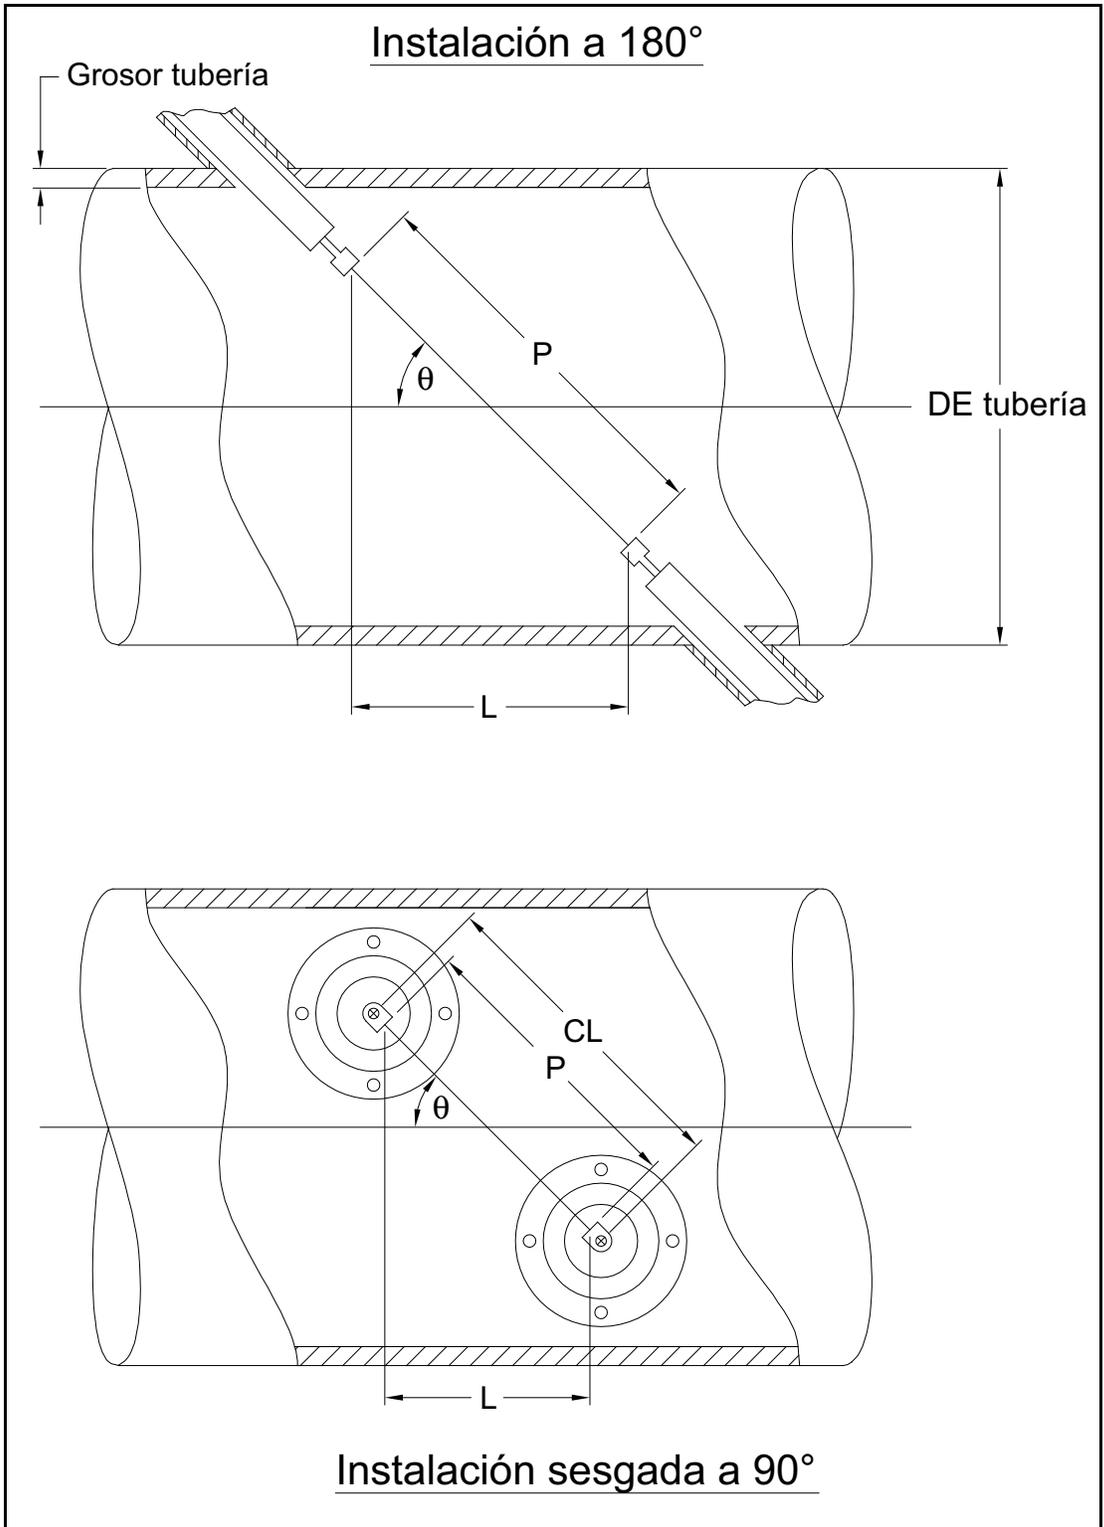

Figura 20: Vista en planta de instalaciones usuales de transductores
La precisión de los valores P y L programados es crítica para la precisión de las mediciones de flujo. Si Panametrics ha suministrado la celda de flujo para el sistema. En la documentación que se incluye con el sistema constarán los valores correctos. Para los transductores instalados en una tubería existente (consulte Figura 20 en la página 72), P y L se deben medir en la instalación. En este anexo están las instrucciones para determinar correctamente esas distancias.
Siempre que sea posible, mida directamente la distancia entre caras (P) y la distancia axial (L) entre los centros de las caras planas de los transductores. Consulte en la *Figura 20 en la página 72* la ilustración de las distancias correctas que se deben medir en una instalación típica.
Con una instalación de transductores sesgados a 90° , puede ocurrir que los únicos parámetros conocidos sean el ángulo de los transductores (θ) y la distancia entre los ejes de los cuerpos de los transductores (CL). En estos casos, es posible calcular P y L combinando la *ecuación C-1* y la *ecuación adicional C-2* (consulte *Figura 20 en la página 72*):